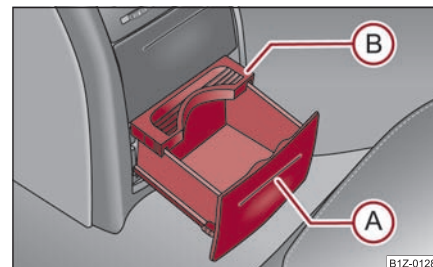

Fig. 114 Consola centrală spate: Suportul pentru pahare
- Apăsați capacul în zona A ⇒ fig. 114 - suportul pentru băuturi iese.